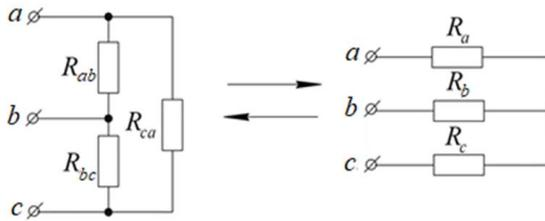

Рис. 1. Преобразование трехлучевой «звезды» в «треугольник» [11]
Преобразование треугольника резисторов в эквивалентную «звезду» и наоборот (рис. 1) проводится по формулам (5).